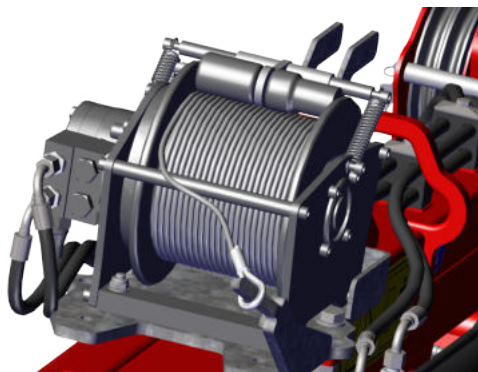

Figure 4.8 Vérifiez le câble
2. Vérifiez que l'enroulement du câble du treuil est bien serré sur le tambour. Si ce n'est pas le cas, le dérouler et l'enrouler à nouveau bien serré (voir *Figure 4.8*).
6. Lorsque le câble n'est pas utilisé, fixez la boucle du câble au crochet prévu à cet effet sur le treuil (voir *Figure 4.8*).
1. Après avoir utilisé le treuil, enroulez le câble jusqu'à environ un mètre devant l'avant de la grue, puis guidez-le à travers les poulies à câbles, puis tirez le câble en le tendant et enroulez-le (voir Figure 4.8).